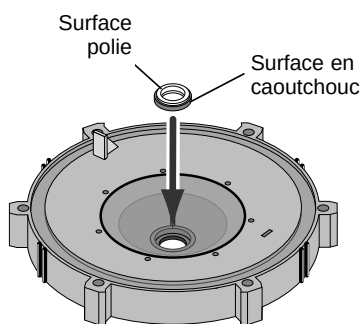

Figure 7
1. Le siège en céramique doit être propre et débarrassé de toute la saleté, graisse et poussière, etc. Humecter le bord extérieur du siège avec un peu de détergent liquide; pousser fermement avec les doigts le siège en céramique dans la cavité de la plaque d'étanchéité et le faire reposer d'équerre (se reporter à la Figure 7).